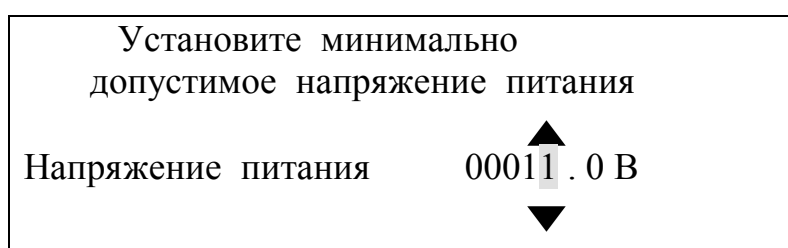

Рисунок 41
2.3.3.23.1 Используя кнопки «▲», «▼» и «◀», «▶» можно установить величину минимально допустимого напряжения питания (рисунок 41).